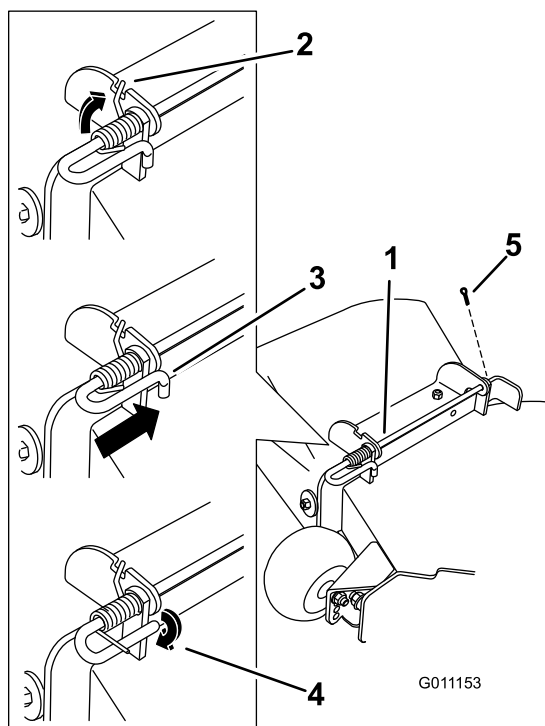

Figure 74
5. Soulevez le côté long du ressort et placez-le dans le cran du support de l'ensemble déflecteur (Figure 74).
6. Fixez l'ensemble tige et ressort en le tournant de sorte à pouvoir placer l'extrémité courte de la tige derrière le support avant soudé au plateau de coupe (Figure 74).
7. Remettez la goupille fendue (Figure 74).